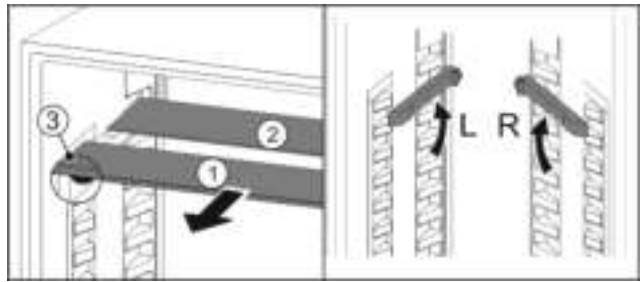

Fig. 25
- ▶ Glasplaten afzonderlijk vanaf de voorkant eruit trekken Fig. 25 (1).
- ▷ Glasplaat Fig. 25 (1) met sierlijst ligt voor.
- ▷ Stops Fig. 25 (3) zijn naar onder gericht.